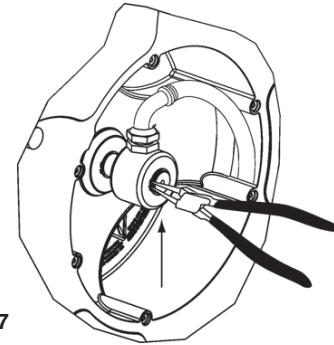

Рис. 17
- Снять пружинное кольцо и вытянуть шарнир. Соблюдать осторожность, чтобы не повредить уплотнительное кольцо шарнира (рис. 17).